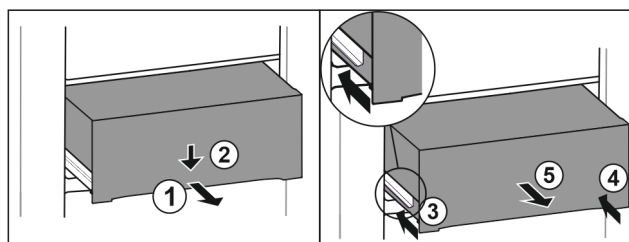

Fig. 131
- ▶ Predal izvlecite do polovice. *Fig. 131 (1)*
- ▶ Predal na sprednji strani potisnite navzdol. *Fig. 131 (2)*
- ▶ Levo vodilo potisnite približno 2 cm noter. *Fig. 131 (3)*
- ▶ Desno vodilo potisnite približno 2 cm noter. *Fig. 131 (4)*
- ▶ Predal vzemite ven v smeri naprej. *Fig. 131 (5)*